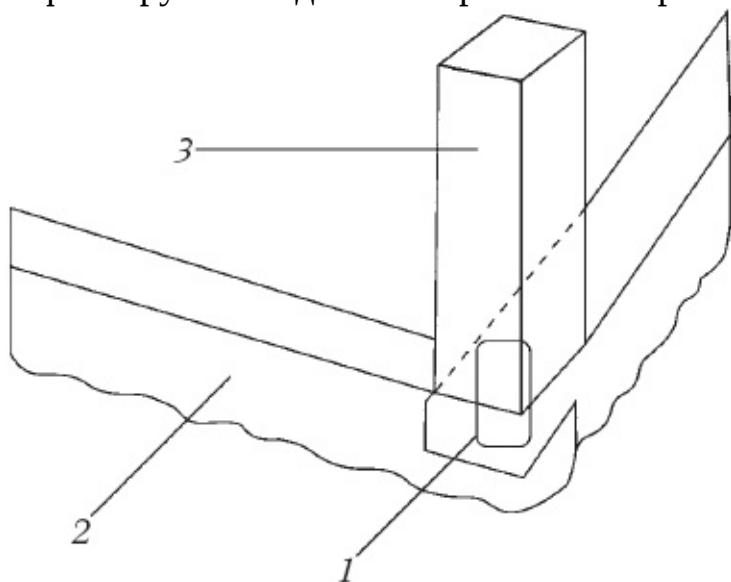

Рисунок 18. Монтаж угловой
4. Установите опорные стойки, начав с угловых из бруса сечением 100 Ч 00 мм (рис. 18). Чтобы сделать это, в нижнем торце стойки просверлите отверстие диаметром, совпадающим с диаметром нагеля, но глубже на 10 мм, чем выступающий конец нагеля. Наденьте стойку на нагель и зафиксируйте соединение временными раскосами.